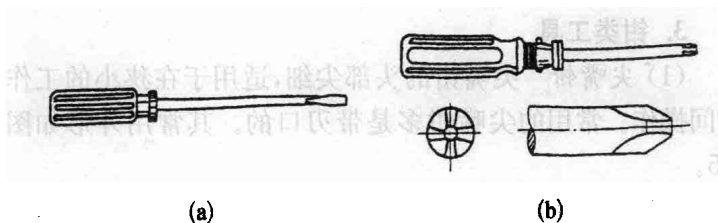

图 1-3 螺丝刀
(1) 式样 样式和规格较多,按头部形状分,常用的有一字形、十字形和专用形等多种;按握柄材料分,常用的有木柄、塑柄和胶柄等多种(图 1-3)。
(2) 使用螺丝刀注意事项
① 电工作业时绝不可使用通心螺丝刀,以防触电。
② 使用螺丝刀松紧带电的螺钉时,手绝不可接触螺丝刀的铁杆,以免触电。